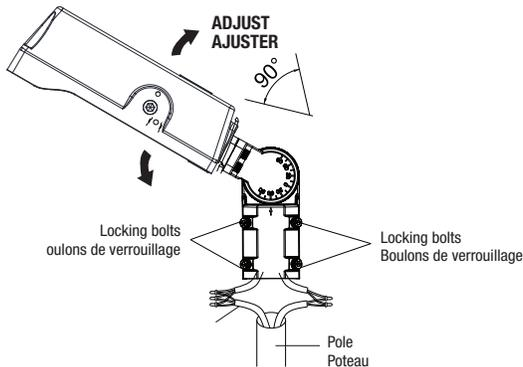

Fig. 3.4
5. Loosen the 4 locking bolts on the slipfitter and install the slipfitter on the pole and fasten the locking bolts between slipfitter and the pole (Fig. 3.4).
6. Loosen the adjusting bolt and align the luminaire to required angle (Fig. 3.4).
- Tighten the adjusting bolt after the angle is confirmed (Fig. 3.4).
- NOTE:** Adjustable angle is 0-90°(Fig. 3.4).
5. Desserrer les 4 boulons de verrouillage du joint d'articulation et installez le joint d'articulation sur le poteau et serrer les boulons de verrouillage entre joint d'articulation et le poteau (Fig. 3.4).
6. Desserrer le boulon de réglage et alignez le luminaire à l'angle requis (Fig. 3.4).
- Serrer le boulon de réglage après avoir confirmé l'angle (Fig. 3.4).
- NOTE :** L'angle réglable est de 0 à 90° (Fig. 3.4).